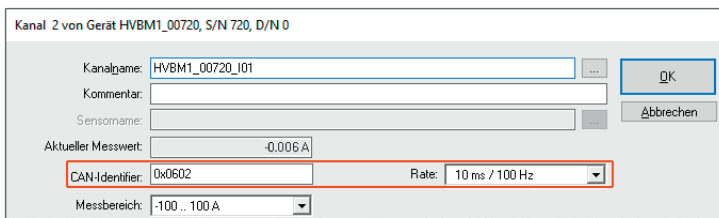

Abb. 6-38: Dialog für Kanalkonfiguration, Modul über CAN verbunden, **Konfiguration pro Kanal** aktiviert
- ☞ Im Dialogbereich **CAN** die Option **Konfiguration pro Kanal** aktivieren (Abb. 6-38).
- ▶ Im **Dialog für Kanalkonfiguration** sind die Optionen **CAN-Identifizier** und **Rate** verfügbar (Abb. 6-38).